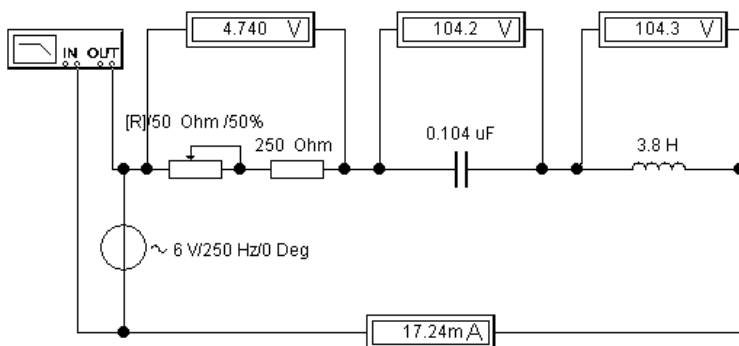

Рис. 7. Явление резонанса напряжений в последовательной RLC-цепи
2. Изменяя частоту генератора, определить резонансную частоту цепи и вывести на экран Боде-плоттера резонансную кривую (рис. 7, 8).